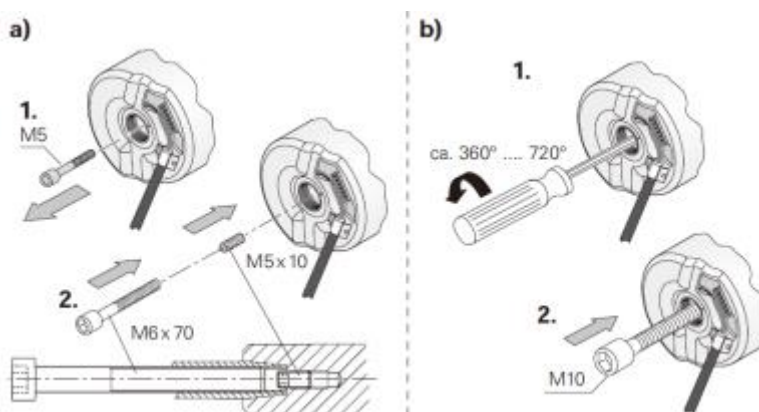

图 15 拧紧涨紧螺栓
在拆卸编码器前务必用内六角扳手松开涨紧圈 M2. 5x5 螺栓, 并将穿心螺栓拧松 (一般拧松两圈左右), 然后用 M10 螺栓将编码器顶出见图 15。
- 螺栓一定要按图 15 相关力矩拧紧要求进行拧紧, 否则会引起编码器的误差, 继而使电梯在运行过程中可能会出现飞车、电流偏大等故障; 铁环与盖板一定要可靠接触, 否则将可能产生干扰; 编码器线一定要用线夹固定, 否则编码器线可能脱落甚至断裂。